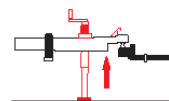

Figure 34
8. Levez le coupleur de la remorque au-dessus de la boule d'attelage. (Figure 34)